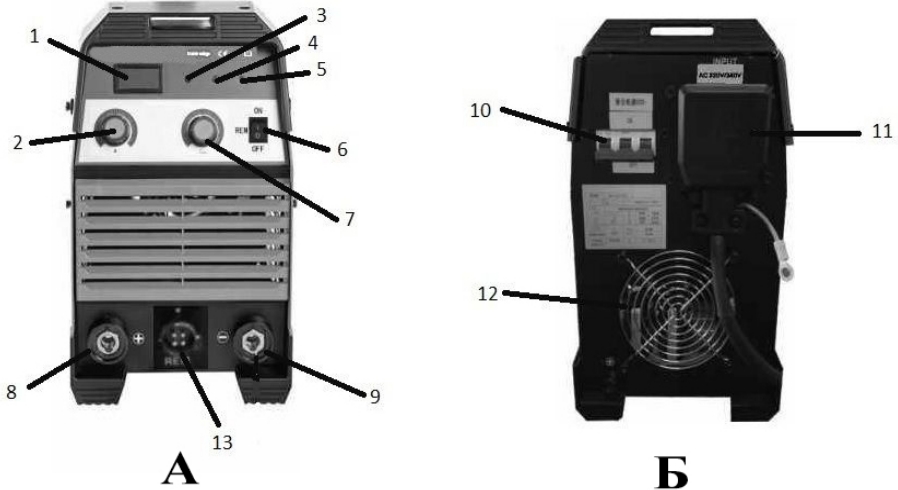

Рисунок 1. Внешний вид аппарата
1. Установите выключатель сети в положение «ON» (10) (рис. 1Б), заработает встроенный вентилятор.
2. Подсоедините сварочные кабели. На передней панели сварочного аппарата имеется две панельных розетки «+» и «-» (8 и 9) (рис. 1А). Существует два способа подключения сварочных принадлежностей:
3. Установите выключатель сети в положение «ON» (10) (рис. 1Б), заработает встроенный вентилятор.
5. Установите требуемую величину сварочного тока с помощью регулятора (2) (рис. 1А). Устанавливайте значения сварочного тока, в зависимости от диаметра электрода, типа материала, требований технологического процесса и нормативной документации.
6. Установите значение «индуктивность» (7) (рис. 1А). Регулируя величину «индуктивность» добейтесь, чтобы зажигание дуги происходило легко, с одного касания, а электрод не прилипал к металлу.
Аппараты данной серии предусматривают возможность подключения пульта дистанционного управления. При использовании пульта дистанционного управления, подключите кабель дистанционного управления в соответствующий разъем в нижней части передней панели сварочного аппарата (13) (рис. 1А) и зафиксируйте его.